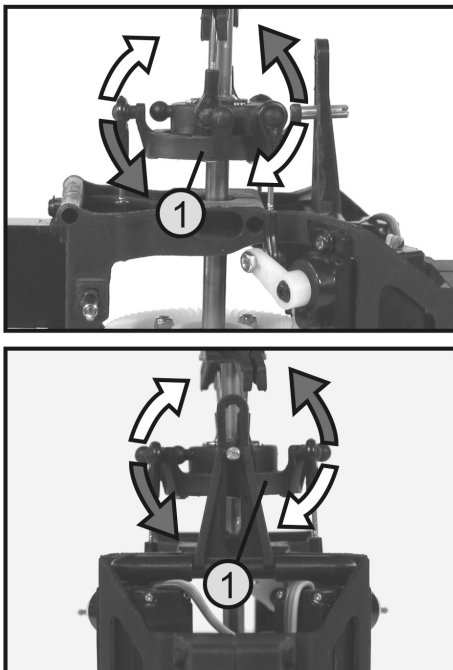

Figure 15
Si vous déplacez le levier de commande pour la fonction de tangage et de roulis (voir aussi fig. 1, pos. 6) vers l'avant et l'arrière, le plateau cyclique (1) doit également basculer vers l'avant et l'arrière en suivant le mouvement du levier de commande (voir illustration du haut sur la fig. 15).
Si vous déplacez le levier de commande pour la fonction de tangage et de roulis vers la droite et la gauche, le plateau cyclique doit également basculer vers la droite et la gauche en suivant le mouvement du levier de commande (voir l'illustration du bas sur la fig. 15).